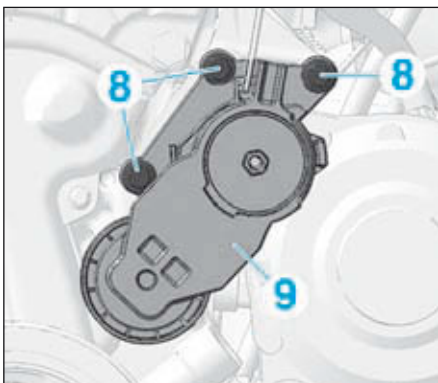

FIG.5
- Déposer (Fig.5) :
- les vis (8),
- le tendeur dynamique (9).